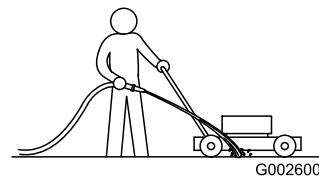

Figure 47
- Mettez le moteur en marche lorsque la tondeuse se trouve sur une surface revêtue plane et dirigez un jet d'eau devant la roue arrière droite (Figure 47).